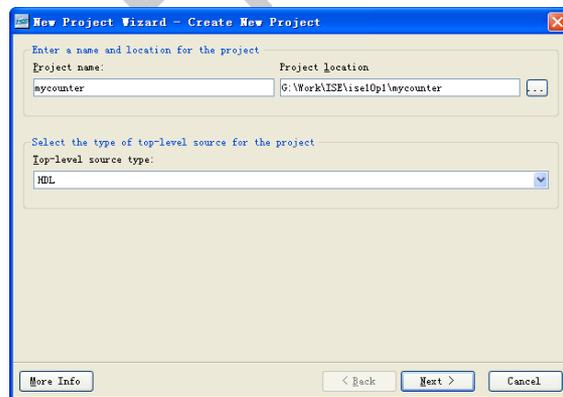

图9 利用ISE新建工程的示意图
- 首先通过双击桌面ISE图标打开ISE或者从开始菜单中启动，依次选择开始 -> 所有程序 -> **Xilinx ISE 10.1i** -> **Project Navigator**，每次启动时ISE都会默认恢复到最近使用过的工程界面。当第一次使用时，由于此时还没有过去的工程记录，所以工程管理区显示空白。选择“File | New Project”选项，在弹出的新建工程对话框中的工程名称中输入“mycounter”。在工程路径中单击Browse按钮，当工程放到指定目录，如图9所示。